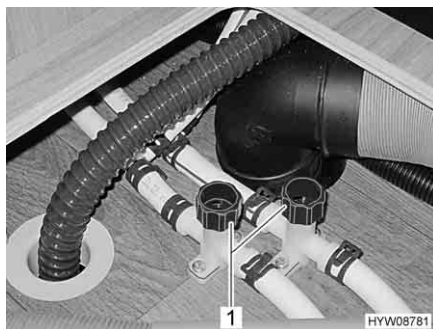

Fig. 131 Rubinetti di scarico per scaldacqua
- Chiudere tutti i rubinetti di scarico. A tal fine ruotare i coperchi (Fig. 131,1) in senso orario.
- Aprire tutti i rubinetti di scarico. A tal fine ruotare i coperchi (Fig. 131,1) in senso antiorario.